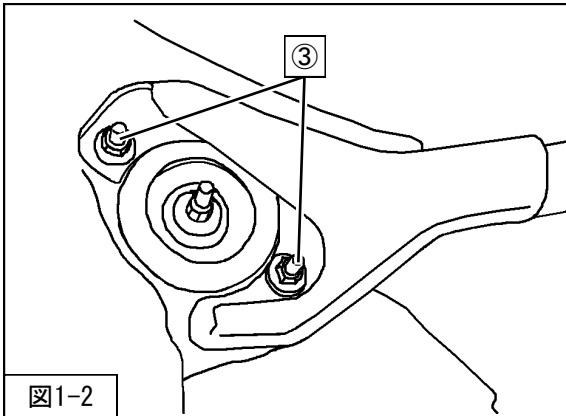

図1-2
3. ③フロントサスペンションASSYアッパー取付ナットを取外してください。(図1-2)